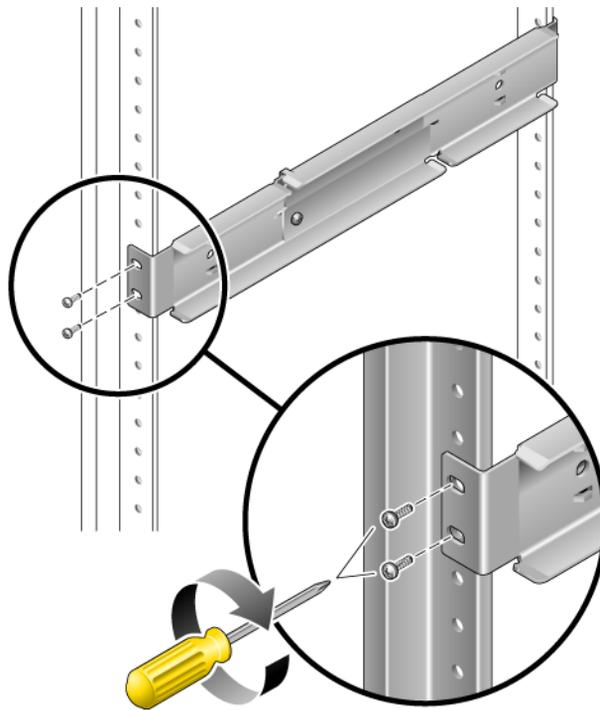

ABBILDUNG 3-16 Befestigen der Vorderseite der anpassbaren Schienen am Rack
3. Bringen Sie eine der anpassbaren Schienen in die gewünschte Position im Rack. Befestigen Sie die Schienen Vorderseite mit zwei Schrauben im Rack (ABBILDUNG 3-16).